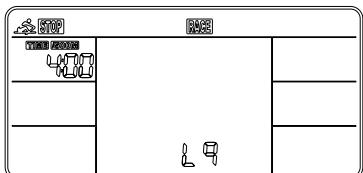

Fig. 5
**(2) RACE (COURSE) (Fig. 5):**